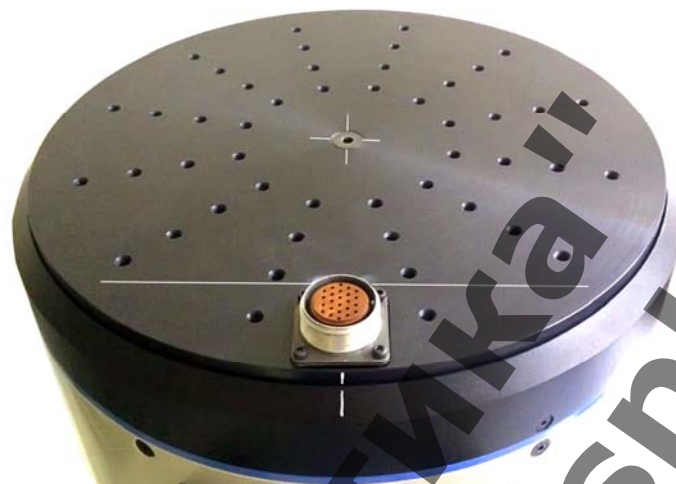

Рисунок 6.
2.2.6 Установить испытываемое изделие на планшайбу стенда и закрепить с помощью винтов таким образом, чтобы оно не выступало за обозначенную линию на планшайбе, а центр масс изделия совпадал с обозначенной на планшайбе осью вращения (рисунок 6).